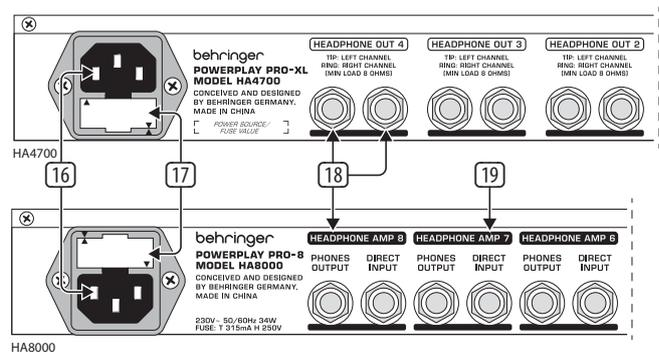

Abb. 2.3: Netzanschluss, Sicherungshalter und Kopfhörerausgänge
- 1 Die DIRECT IN-Buchse dient zur Einspielung von zusätzlichen Stereosignalquellen. Beim HA4700 ist das über den DIRECT IN eingespielte Signal gleichberechtigt mit dem MAIN-Signal. Der HA8000 besitzt für jeden Kanal eine separate DIRECT INPUT-Buchse (19) (siehe Abb. 2.3). Bei diesem Modell wird das eingespeiste MAIN-Signal automatisch unterbrochen, wenn dieser Eingang belegt wird.